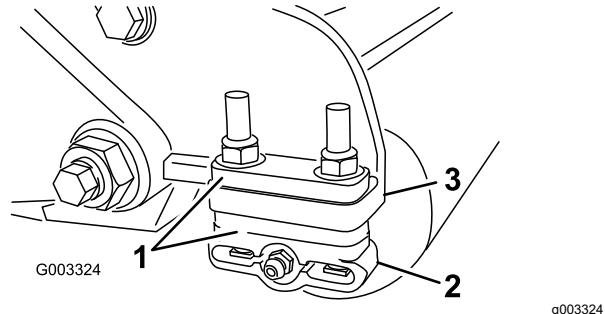

Bild 12
1. Stellen Sie die Halterungen (Bild 12) der Heckrolle auf den gewünschten Schnitthöhenbereich ein; legen Sie die benötigte Anzahl von Distanzstücken unter den Montageflansch der Seitenplatte (Bild 12), siehe Auswahltabellen für Schnitthöhe und Untermesser \(Seite 13\).